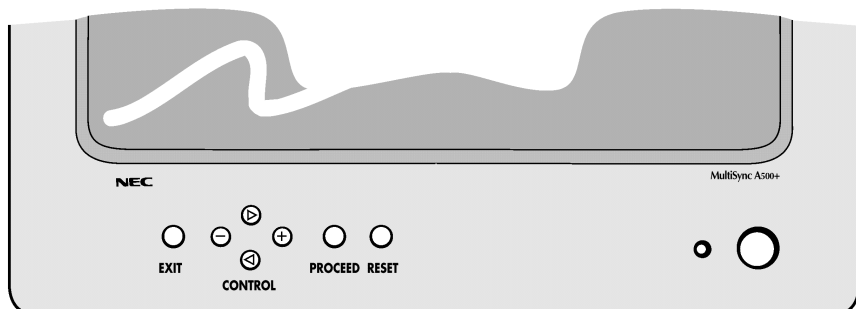

Figura D-1
5. Encienda su monitor MultiSync (Figura D.1) y su ordenador.